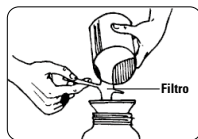

FIGURA 10.1 -
3. Abasteça 3/4 da caneca filtrando o material a ser utilizado com uma tela filtrante (Figura 10.1). Recoloque a caneca no corpo da pistola e aperte-a firmemente.